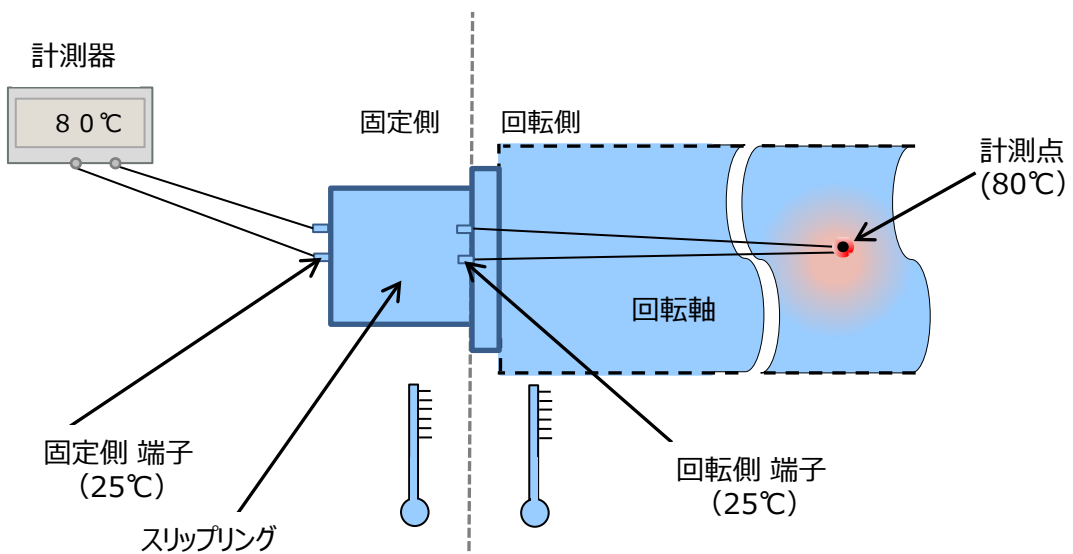

図2. 熱電対+スリップリング①
①（Cr→SR）と②（SR→Cr）で発生する熱起電力は同絶対数になり、極性が逆のため±相殺されます。
③④も同様です。 → P.4 **図2. 熱電対 + スリップリング①**